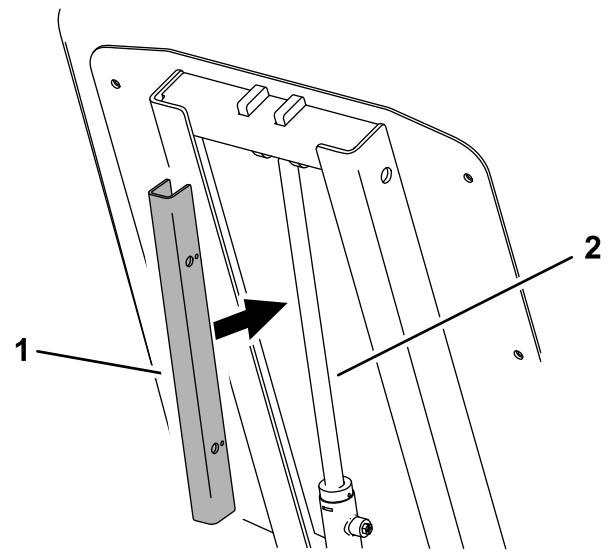

Figure 17
3. Glissez le dispositif de blocage sur la tige du vérin de levage et fixez-le en position à l'aide de la goupille à emmanchement (Figure 17).